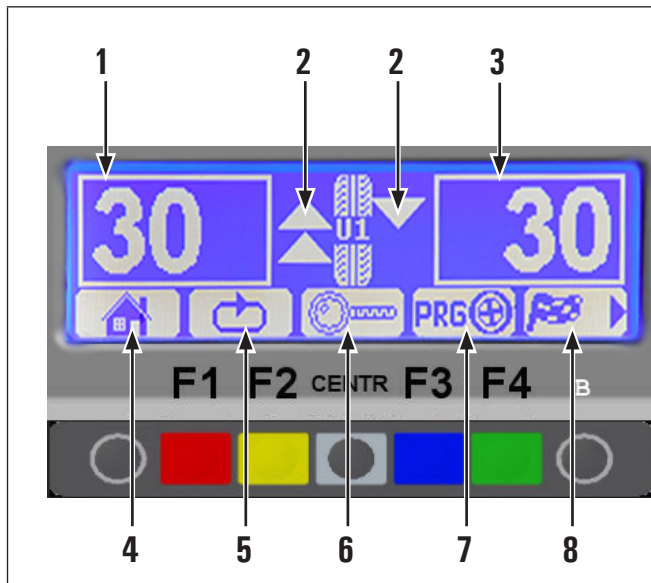

Fig. 114
L'afficheur indique la direction dans laquelle déplacer la roue pour appliquer les poids et indique également le montant des poids à appliquer pour corriger le balourd (voir Fig. 114).
2. extraire la pige jusqu'à les deux flèches  (Fig. 114 réf. 2) n'indiquent pas le point exact d'application poids ;